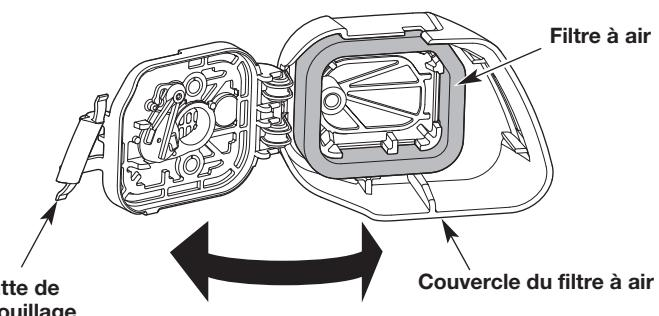

Fig. 18
- Ouvrez le couvercle du filtre à air : appuyez sur la patte de verrouillage et faites basculer le couvercle du filtre vers la droite (Fig. 18).
- Retirez le filtre à air de l'intérieur du couvercle du filtre (Fig. 18).
- Réinstallez le filtre à air à l'intérieur du couvercle (Fig. 18).
- Fermez le couvercle du filtre à air : basculez le couvercle du filtre vers la gauche et appuyez dessus jusqu'à ce que la patte de verrouillage s'enclenche en position fermée (Fig. 18).